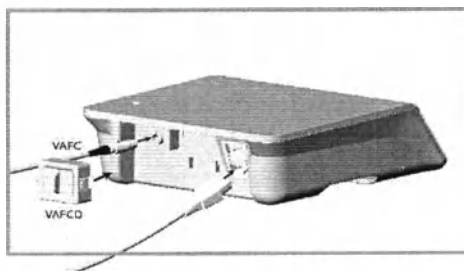

Рисунок 26. Присоединение силового кабеля и ножной педали к блоку питания.
1. Присоедините силовой кабель к блоку управления, а также подсоедините к нему ножную педаль с помощью ключа CAN (рис. 26).